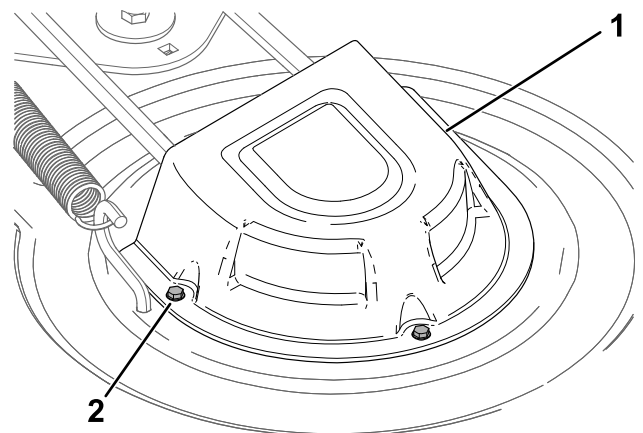

Figura 49
4. Afloje los tornillos y retire las cubiertas de las poleas (**Figura 49**).